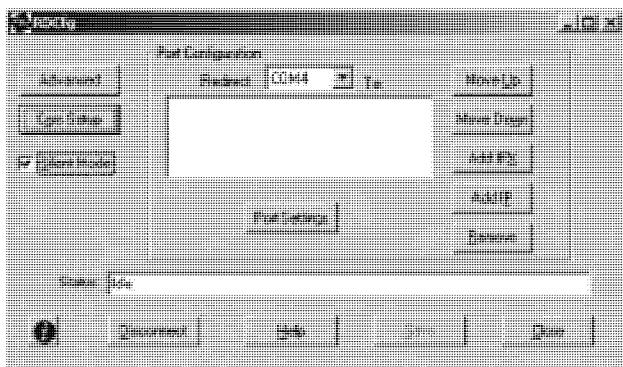

Рис. 30. Окно конфигурации программы «Com Port Redirector» с установленным флагком *Silent Mode*
4. Чтобы запретить появление окна с сообщениями, в окне настройки программы «Com Port Redirector» установите флагок *Silent Mode* (рис. 30).